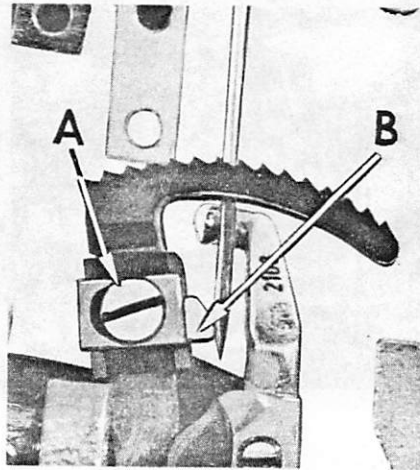

Fig.5
Um diese Einstellung zu erreichen, löse die Schraube A (Fig.5) und stelle den Transporteur auf die gewünschte Höhe ein. Zur Fixierung dieser eingestellten Höhe wird die im Transporteur befindliche Anschlagsschraube nachgestellt. Die Feststellschraube A (Fig.5) dient gleichzeitig zum Befestigen des Nadelanschlages B.
To make this adjustment, loosen screw (A, Fig.5) and set the feed dog to desired height. This screw also holds the needle guard, so after making any change in the feed dog height setting always re-check the needle guard setting.
Der Nadelanschlag B (Fig.5) der nach jeder Neueinstellung der Stichlänge zu überprüfen ist, soll in seiner vordersten Stellung die Nadel nur leicht berühren. Zur Einstellung wird die Schraube A (Fig.5) gelöst und der Nadelanschlag B in seiner Führungsnute verschoben.
The needle guard is set correctly when, at its most forward point of travel, it just contacts the needle (B, Fig.5). This adjustment is made by loosening screw (A) and moving the guard in the desired direction. There is a seat milled in the feed dog holder to receive the needle guard. Make sure that the guard is squarely seated in it.
Jede Veränderung der Stichlänge macht eine Neueinstellung des Nadelanschlages erforderlich (Fig.5).